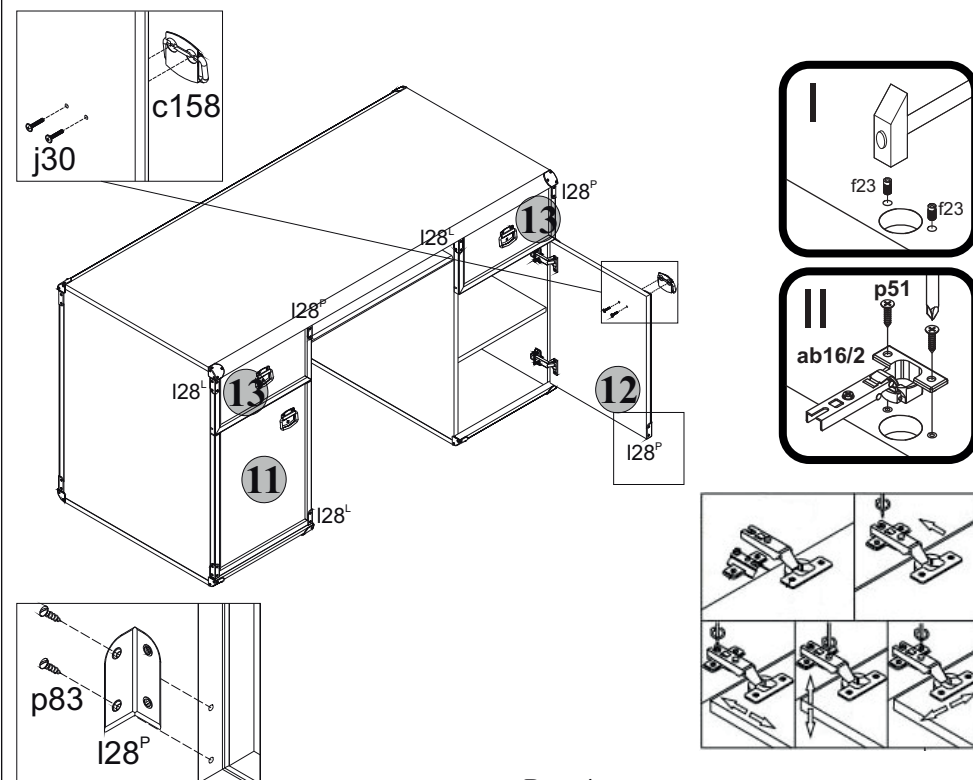

Рис. 4
- 5.33 Навесить двери на боковые стенки **1** и **2**, совместив петли шарнирные **ab16/2** с направляющими петель **ab16/1** (**см.рис.4**). При необходимости отрегулировать положение дверей, вращая регулировочные винты на петлях и направляющих петель.